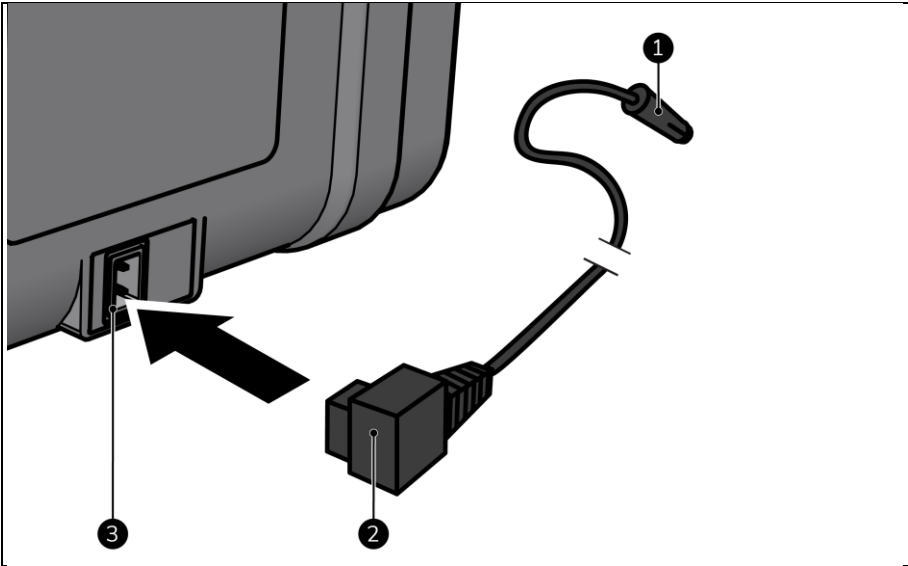

Abbildung 8
3. Stecken Sie den Netzstecker (Abbildung 8, Pos. 2) in das Netzteil des Geräts (Abbildung 8, Pos. 3).
4. Stecken Sie den Hilfsnetzstecker (Abbildung 8, Pos. 1) in ein leicht zugängliches 12-V- oder 24-V-Hilfsnetzteil in einem Fahrzeug oder Wasserfahrzeug.